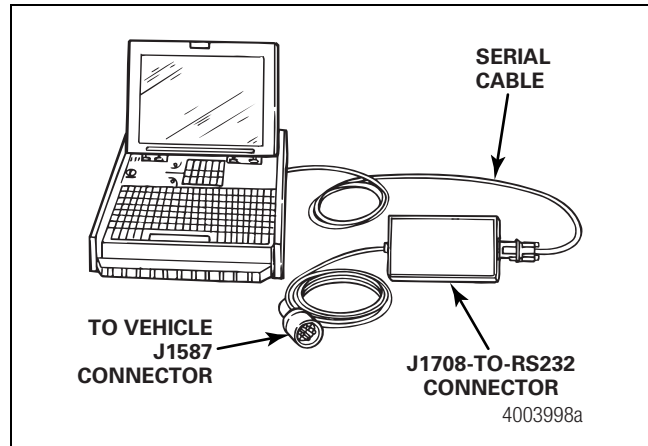

Figure 3.1
- Attach the diagnostic cable (Deutsch) to the vehicle.Figure 3.1.